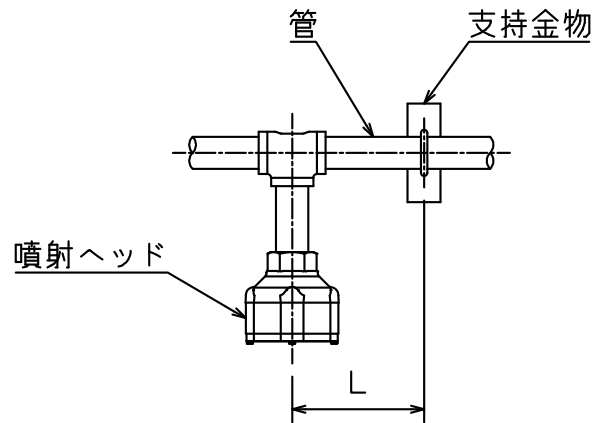

図1 最大支持間隔 L(m)
- ・噴射ヘッド直近の配管は、消火剤放出時の反力に耐えるよう構造体から形鋼振止め支持金物等により強固に支持して下さい。噴射ヘッドから支持金物までの最大間隔は図 1、表 2 によります。